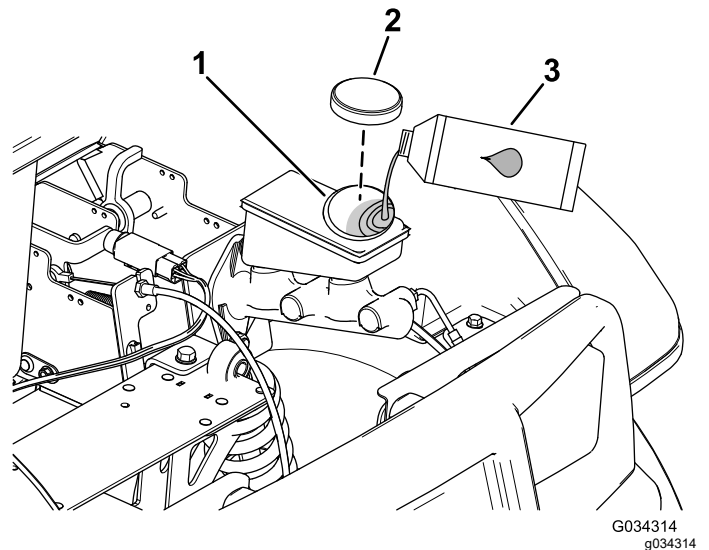

Figura 65
4. Eleve novamente o capot para obter acesso ao cilindro principal do travão e reservatório (Figura 65).
- Limpe a zona em redor da tampa do reservatório e retire-a (Figura 65).
- Coloque a tampa do reservatório (Figura 65).